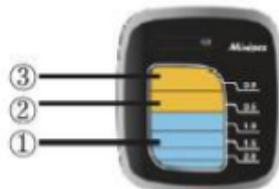

Figura 7
3.1.5 Dettagli delle schermate (Figura 7).